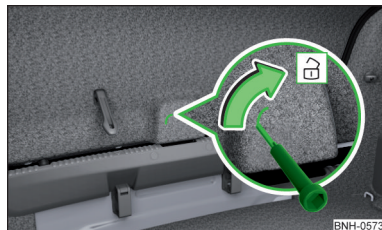

Abb. 171
- › In die Aussparung in der Verkleidung » Abb. 171 einen Schraubendreher oder ein ähnliches Werkzeug bis zum Anschlag einführen.